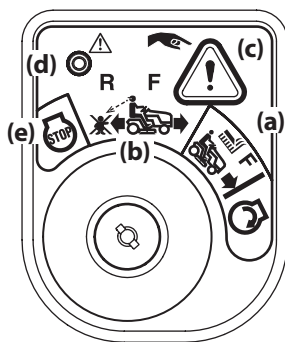

Figure 19
2. Tournez la clé de la position de tonte normale (a) à la position de tonte en marche arrière (b). Voir Figure 19.
3. Pressez le bouton du mode de tonte en marche arrière (c) qui se trouve sur le coin supérieur droit du tableau de bord pendant trois secondes. Le témoin lumineux rouge (d) dans le coin supérieur gauche s'allume lorsque le bouton de marche arrière est activé. Voir Figure 19.